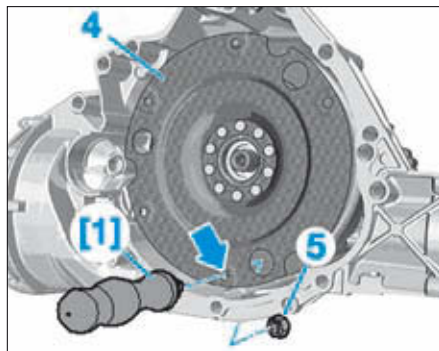
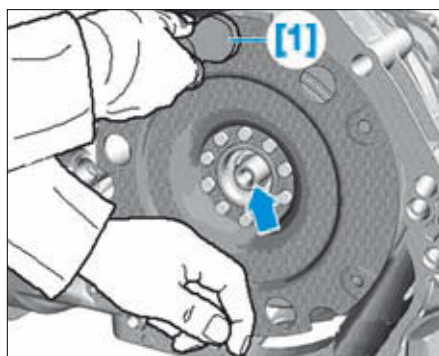

FIG. 4
FIG. 5
- [1]. Extracteur (réf Audi : T40176) (Fig.4).
- Positionner l'outil [1] sur le module d'embrayage (4) à l'aide de l'écrou (5) (Fig.4) et le tourner vers le haut (Fig.5).
- Retirer le module d'embrayage de l'arbre primaire (flèche) sans le coincer (Fig.5).
- Nettoyer l'arbre primaire (flèche) (Fig.5).
- Dévisser l'outil [1] du module d'embrayage (4) (Fig.4).